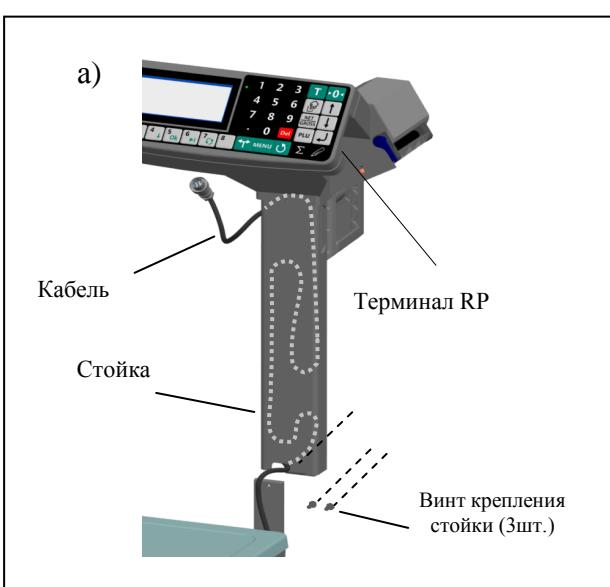

Рис. 3.2- Сборка весов
3.3 Протянуть кабель модуля внутри стойки и подключить к терминалу (Рис. 3.2, Рис. 3.3).